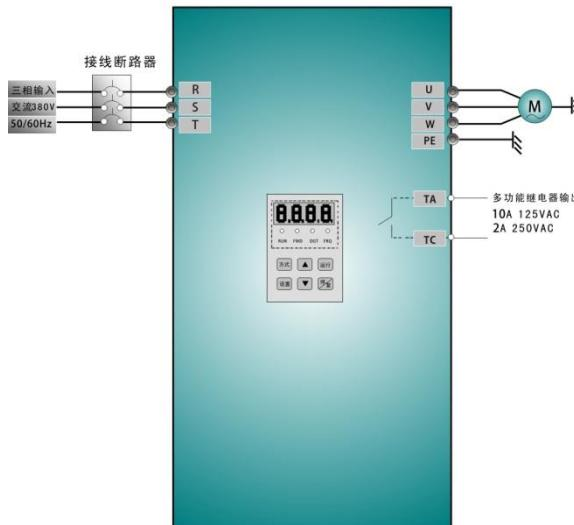

图 4-1 接线图 1
(1) 按图 4-1 配线，检查接线正确后，合上空气开关，变频器上电；
(2) 按方式键，进入编程菜单。
(3) 设置变频器的功能参数；
- ① 进入 F203 参数，设置为 0；
- ② 进入 F113 参数，设置目标频率为 50.00Hz；
- ③ 进入 F200 参数，设置为 0，选择键盘控制起动方式；
- ④ 进入 F201 参数，设置为 0，选择键盘控制停机方式；
- ⑤ 进入 F202 参数，设置为 0，选择正转锁定。
(4) 按运行键，起动变频器运行；
(5) 在运行中，可按动▲或▼键，修改变频器当前频率；
(6) 按“停/复”键一次，电机减速，直到停止运行；
- (1) 按图 4-1 配线, 检查接线正确后, 合上空气开关, 变频器上电;
- (2) 按方式键, 进入编程菜单;
- (3) 设置变频器的功能参数;
- ① 进入 F132 参数, 设置为 1, 选择键盘点动;
- ② 进入 F200 参数, 设置为 0, 选择操作键盘运行命令控制方式;
- ③ 进入 F124 参数, 设置点动运行频率为 5.00Hz;
- ④ 进入 F125 参数, 设置点动加速时间为 30s (以 7.5KW 为例);
- ⑤ 进入 F126 参数, 设置点动减速时间为 30s (以 7.5KW 为例);
- ⑥ 进入 F202 参数, 设置为 0, 选择正转锁定。
- (4) 一直按住运行键, 电机加速到点动设定频率, 并保持点动运行状态;
- (5) 松开运行键, 电机减速, 直到停止点动运行;